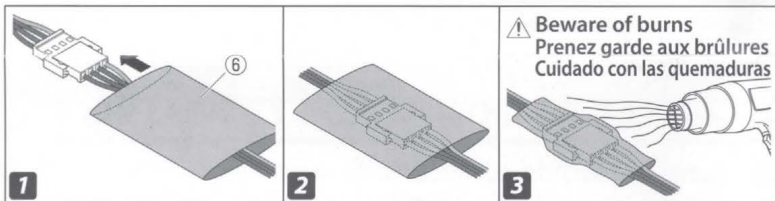
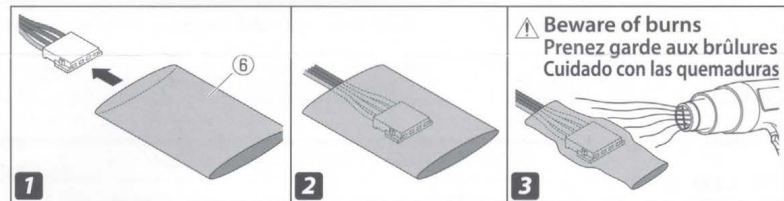

Fig. 3 / Figura 3
Fig. 4 / Figura 4
1. Pass 2 heat shrink tubes (6) onto the link cable B (5).
2. Connect the link cable B (5) to the left and right speakers.
3. Put the heat shrink tube (6) over the connection area of the connector. Apply heat with a heat gun or similar to shrink the tube and protect the connector from moisture, etc. (Refer to Fig. 3) Protect the 2 connectors that are not in use with heat shrink tubes (6). (Refer to Fig. 4)
4. Connect the ground wire (black) and the +12 V wire (yellow) of the controller of speaker A (1).
5. Reconnect the negative (-) terminal of the battery. Do not use link cable A (4) for this connection.
1. Passez 2 tubes thermorétractables (6) sur le câble de liaison B (5).
2. Connectez le câble de liaison B (5) aux haut-parleurs gauche et droit.
3. Placez le tube thermorétractable (6) sur la zone de connexion du connecteur. Appliquez de la chaleur avec un pistolet thermique ou similaire pour rétrécir le tube et protéger le connecteur de l'humidité, etc. (Se référer à la Fig. 3) Protégez les 2 connecteurs qui ne sont pas utilisés avec des tubes thermorétractables (6). (Se référer à la Fig. 4)
4. Connectez le fil de terre (noir) et le fil +12 V (jaune) du contrôleur du haut-parleur A (1).
5. Reconnectez la borne négative (-) de la batterie. N'utilisez pas le câble de liaison A (4) pour cette connexion.
Protect the 2 connectors that are not in use with heat shrink tubes (6). (Refer to Fig. 4)
Protégez les 2 connecteurs qui ne sont pas utilisés avec des tubes thermorétractables (6). (Se référer à la Fig. 4)